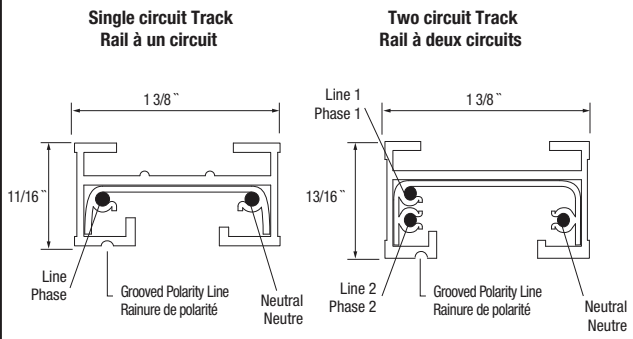

Fig. 6
- If you are unable to see the label, identify the height of the track from top to bottom, as shown in Fig. 6.
- The track J can be also identified by looking inside the channel (Fig. 6):
- Si l'étiquette n'est pas visible, mesurer la hauteur du rail comme montré sur la Fig. 6.
- Le rail type J peut être aussi identifié en regardant dans le canal (Fig. 6):